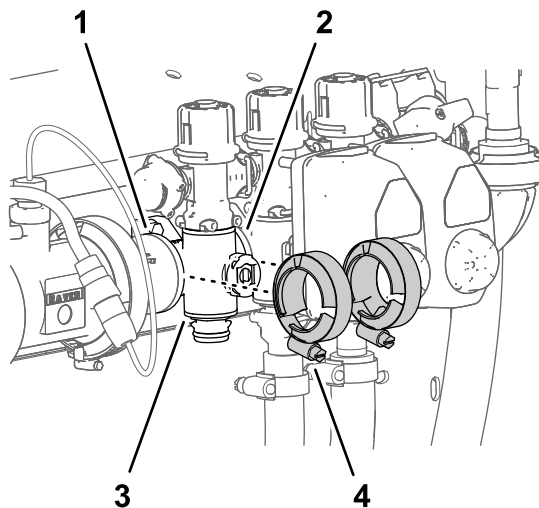

Рисунок 134
4. Установите, не затягивая, фланцевые хомуты, снятые при выполнении действий, описанных в разделе Демонтаж коллекторного клапана секции \(страница 98\), на фланцы коллектора клапана секции и фланцы другого клапана секции (клапанов секций) и/или переходного соединителя (Рисунок 134).
7. Затяните 2 фланцевых хомута от руки (Рисунок 134).